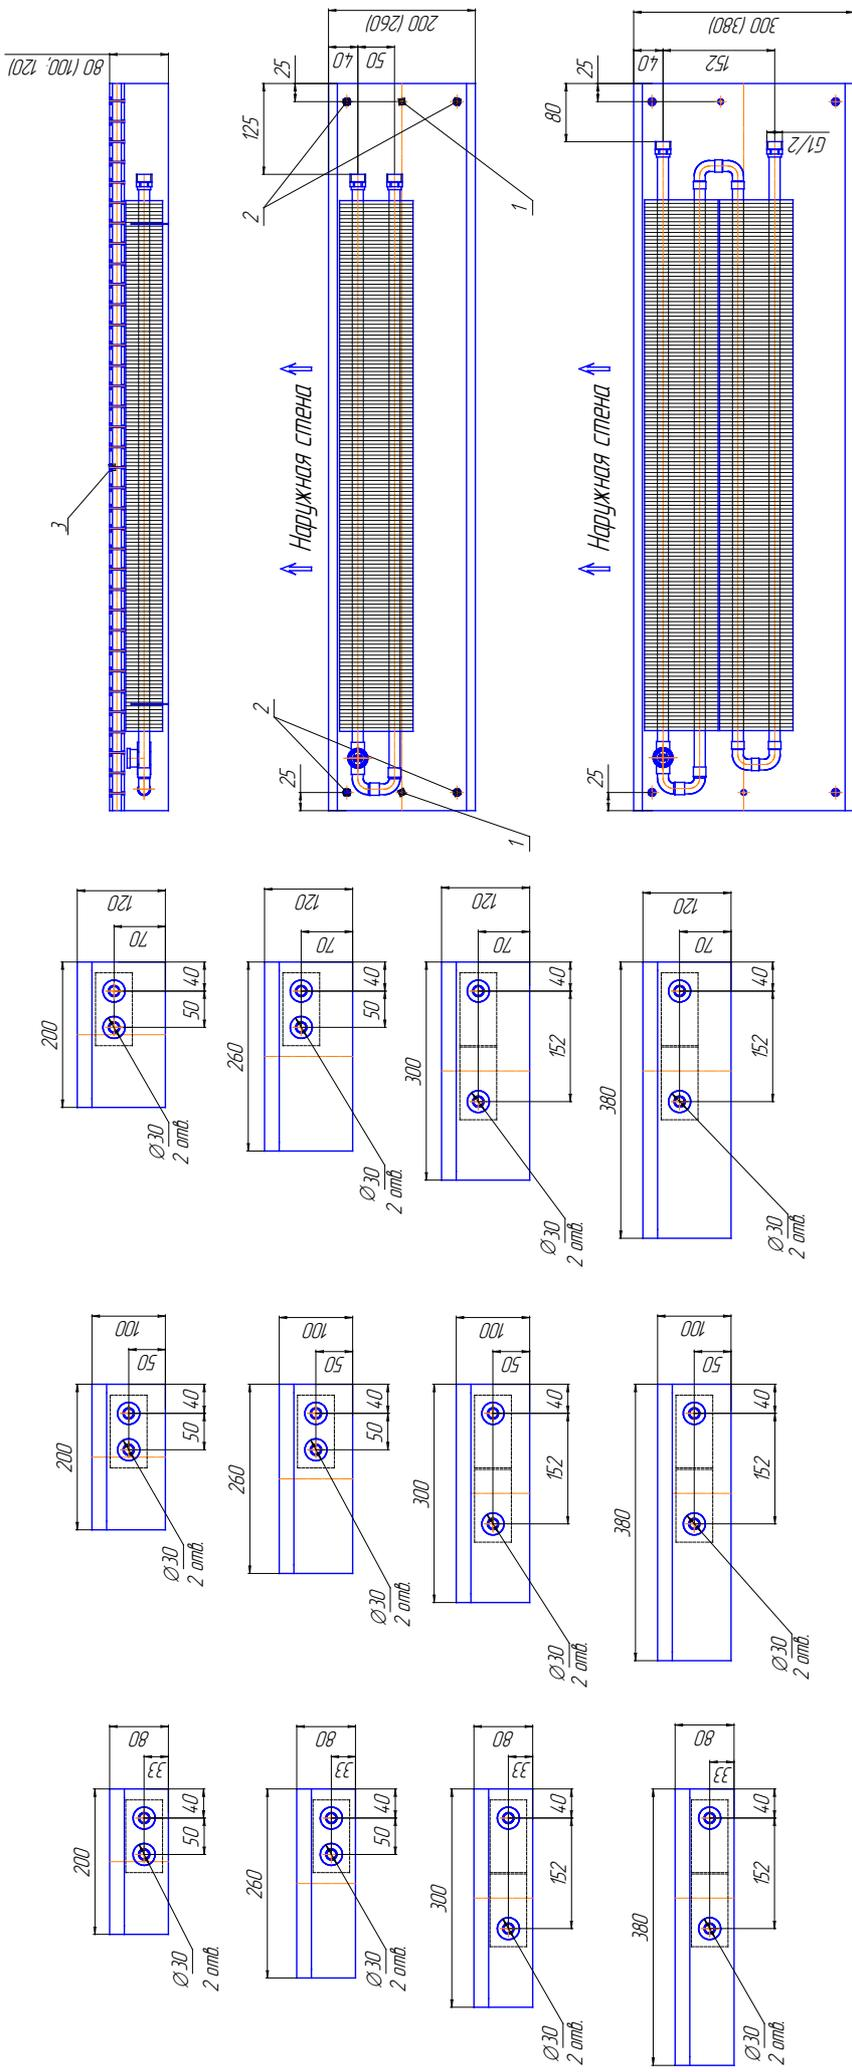
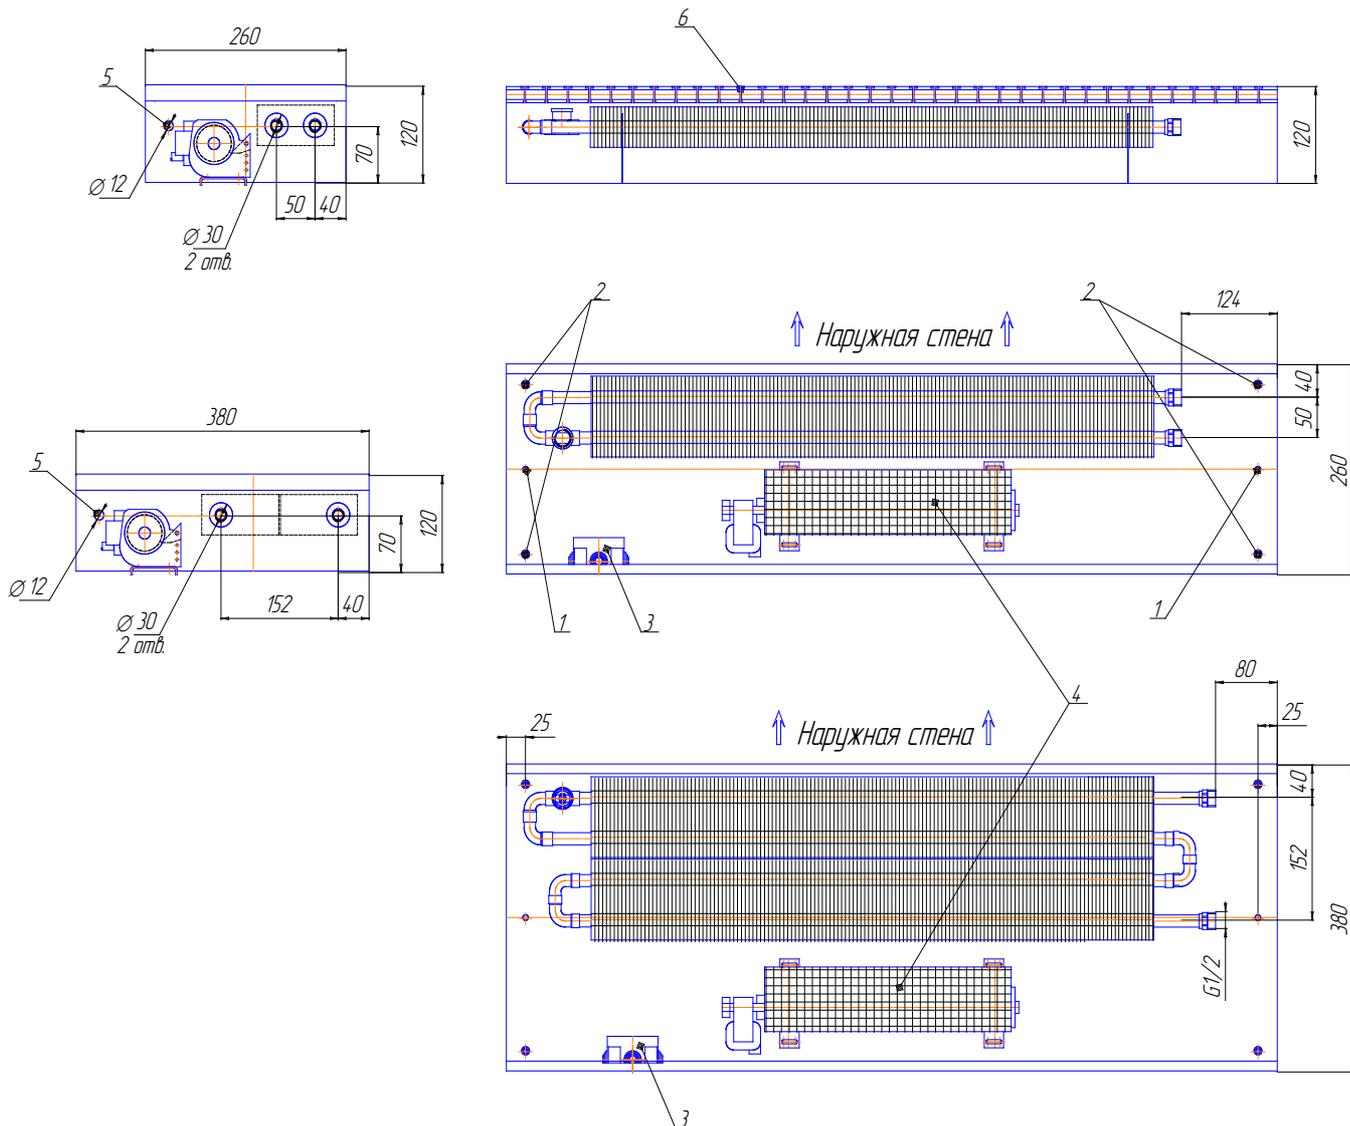

Рис. 8 Конвекторы «Бриз» (естественная конвекция).
Рис.9 Конвекторы «Бриз В» высотой 120мм
4. Выровнять корпус конвектора, используя уровень и регулирующие винты (поз.2, рис.8, 9, 10), располагающиеся в углах корпуса конвектора таким образом, чтобы верхняя часть конвектора находилась на уровне «чистого пола» с допуском ± 1 мм. (При длине прибора более 2м вводятся дополнительные регулировочные и крепежные отверстия).
5. Выровненный конвектор крепиться к полу с помощью крепежного набора. Крепежные отверстия находятся на дне корпуса (поз.1, рис. 8, 9, 10).
При проведении отделочных работ декоративную воздуховыпускную решетку (поз.3 рис.8, поз.6 рис.9, 10) снять, конвектор закрыть сверху защитной крышкой, чтобы не допустить попадания строительного мусора внутрь конвектора.